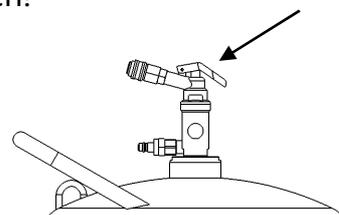

Abbildung 3
- Hebel am Absperrventil des Behälters (s. Abb.3) dröcken - der Tankinhalt wird abgesaugt. Der Absaugvorgang kann an der Sichtstrecke des Absperrventils kontrolliert werden. Gegebenenfalls ist in der Sichtstrecke kein Medienfluss mehr zu beobachten, obwohl der Fahrzeugtank noch nicht vollständig entleert ist. Der Absaugschlauch muss dann durch das Griffstück im Tankstutzen entweder weiter in den Tank hinein geschoben oder aus dem Tank herausgezogen werden. Dies sollte langsam und in kurzen Wegstrecken durchgeföhrt werden, da der Absaugschlauch zunächst wieder mit Flüssigkeit geföllt werden muss. Erst dann ist eine Kontrolle an der Sichtstrecke wieder möglich.
- Hebel am Absperrventil (s. Abb.3) drücken – der Behälterinhalt wird zurückgetankt
Hebel am Absperrventil ist nicht gedrückt	Hebel während des Absaug- bzw. Rücktankvorgangs betätigen (siehe Abb.3)